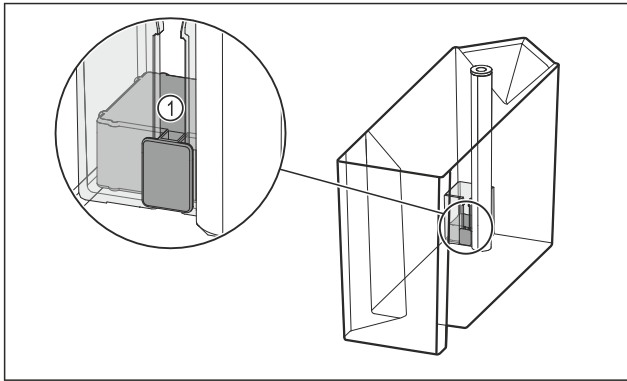

Fig. 100
- ▶ Controleer of de vlotter Fig. 100 (1) vastzit. Als de vlotter vastzit: